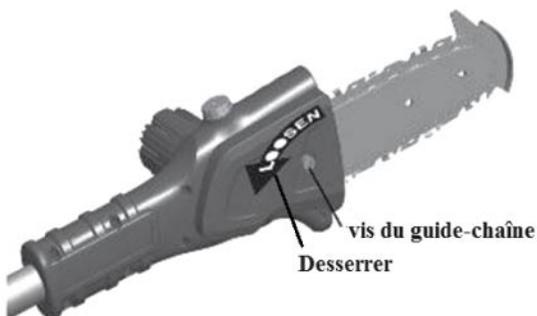

Fig.9
1. Desserrer la vis du guide-chaîne avant de régler la chaîne. (**voir fig. 9**)